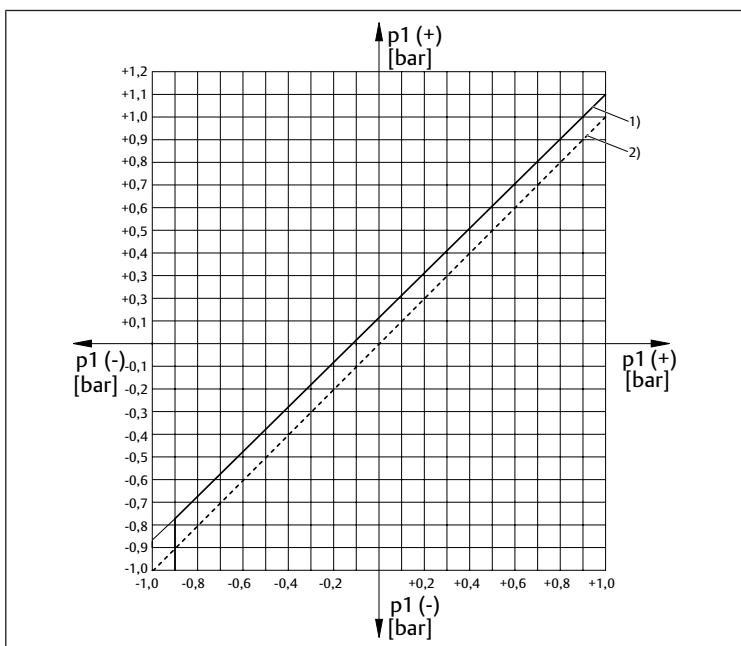

Fig. 8: Caratteristica della pressione di commutazione differenziale (-0,9 - 1 bar)
- da -0,9 bar a 1 bar (ved. → Fig. 8)